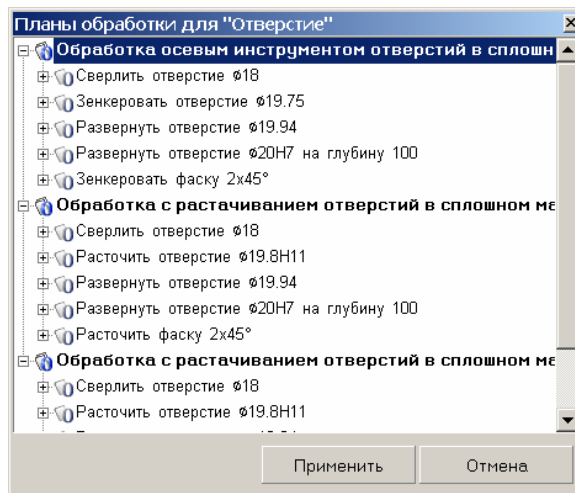

Рисунок 24 – Окно планов обработки для указанного КТЭ
5. Нажимаем кнопку **Получить план обработки**, расположенную под таблицей параметров. На основе значений введенных параметров система сформирует подходящие планы обработки конструкторско-технологического элемента и отобразит их в окне **Планы обработки** (рисунок 24).